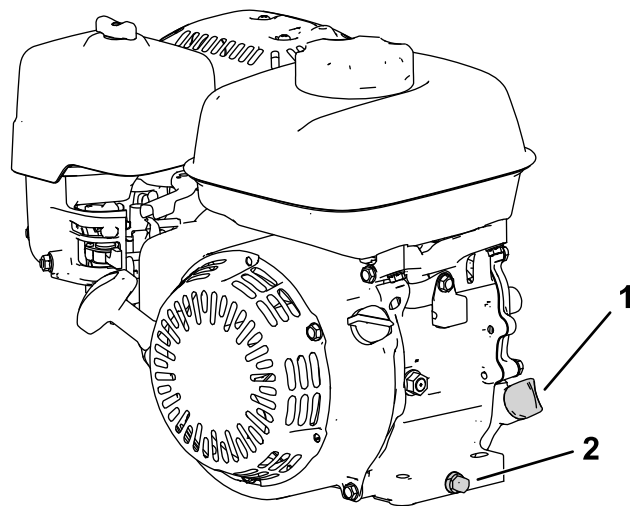

图 17
2. 调整机器使发动机保持水平并清洁加油管周围的区域图 17。
3. 拆下排油塞 图 17。